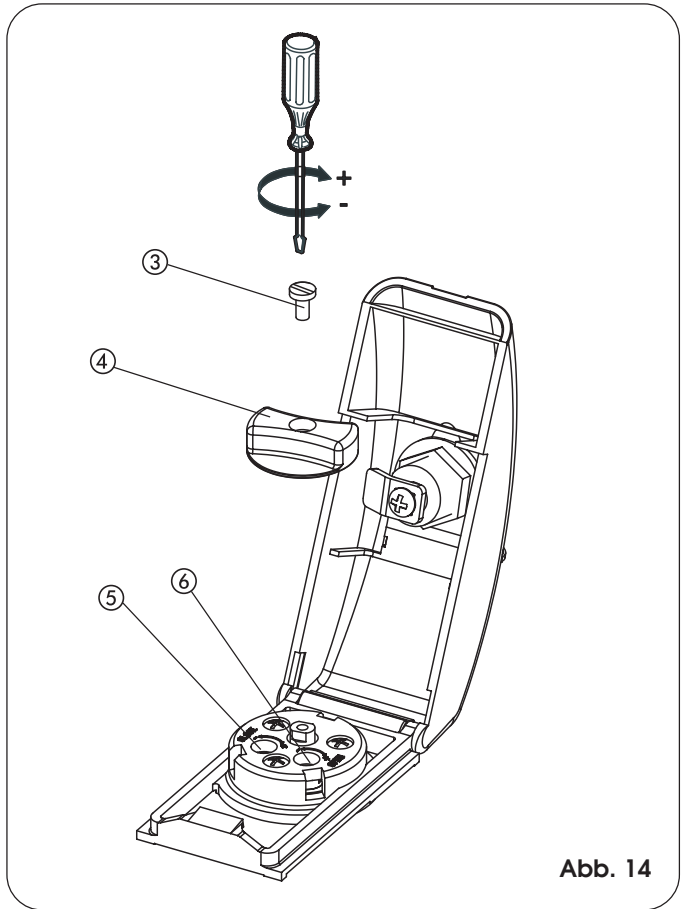

Abb. 14
- Die Abdeckung anheben (Abb. 14).
- Die Schraube abschrauben (Abb. 14, Bez. ③), mit der der Griff befestigt ist, und den Griff herausziehen (Abb. 14, Bez. ④).
- Die Schubkraft mit Hilfe der entsprechenden Schrauben am Antrieb einstellen (Bypass) (Abb. 14, Bez. ⑤ und ⑥).
- Nach der Einstellung den Griff wieder positionieren (Abb. 14, Bez. ④) und dafür die Schraube wieder anschrauben (Abb. 14 Bez. ③).